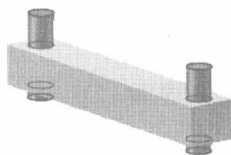
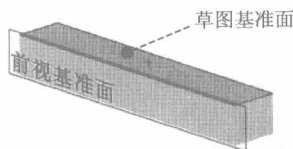

图 1.4 拉伸 2
图 1.5 草图基准面
(4) 单击  按钮，完成拉伸 1 的创建。
Step3. 添加图 1.4 所示的零件特征——拉伸 2。
(1) 选择命令。选择下拉菜单 **插入(I)** → **凸台/基体(B)** →  **拉伸(E)...** 命令 (或单击“特征(F)”工具栏中的  按钮)。
(2) 定义特征的横断面草图。
① 定义草图基准面。选取图 1.5 所示的平面作为草图基准面。